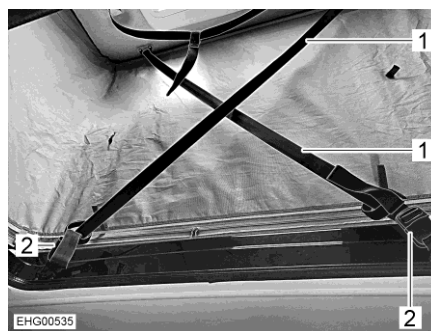

Fig. 43 Paravento
- Estrarre completamente le due cinture di ritegno (Fig. 43,1).
- Agganciare ciascuna cintura di ritegno diagonalmente alle fibbie (Fig. 43,2).